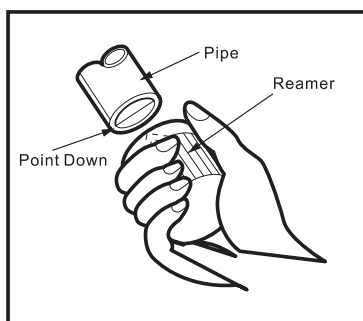

Fig. 5
- 3) Hiqini grimcat nga cepat e prerë. Mbajeni daljen e tubit poshtë për të mos lejuar pluhurin metalik të hyjë në tub (Fig. 5).